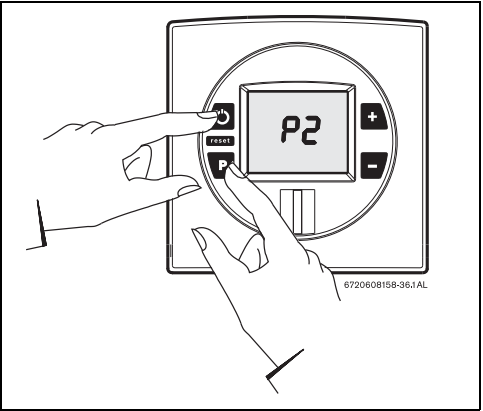

Fig. 49
- Mantener pulsada la tecla de programación y pulsar el interruptor principal ON/OFF para conectar el aparato (consultar la Fig. 49).